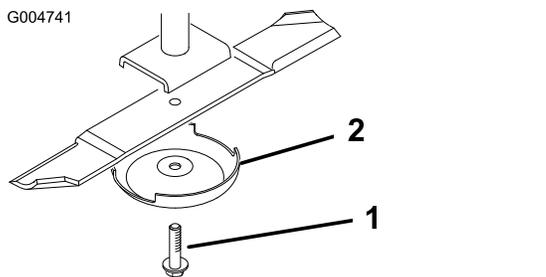

Bild 90
- Entfernen Sie die Messerschraube, die Antiskalpierkuppe und das Messer von der Spindelwelle (Bild 90).